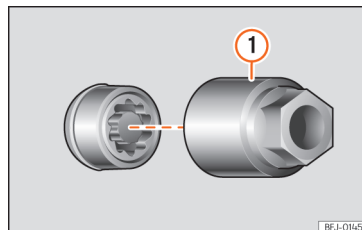

Abb. 34 Diebstahlhemmende Radschraube mit Abdeckkappe und Adapter
- Schieben Sie den Spezialadapter »» **Abb. 34 ①** (Bordwerkzeug »» **Seite 45**) bis zum Anschlag in die diebstahlhemmende Radschraube.